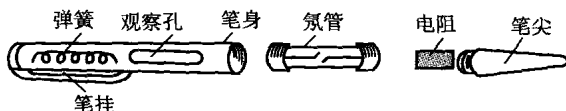

图 1-4 试电笔的结构
4) 接触带电设备的金属外壳时，要先用试电笔检测，养成先用手背轻轻试探的习惯，确认不带电后再做其他操作。试电笔结构如图 1-4 所示。